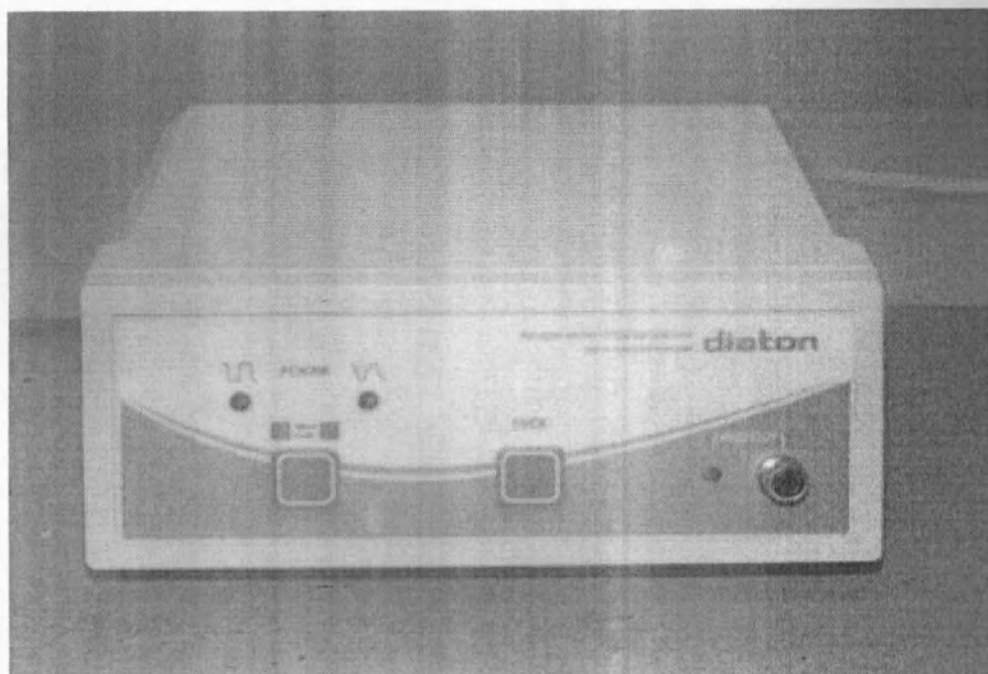
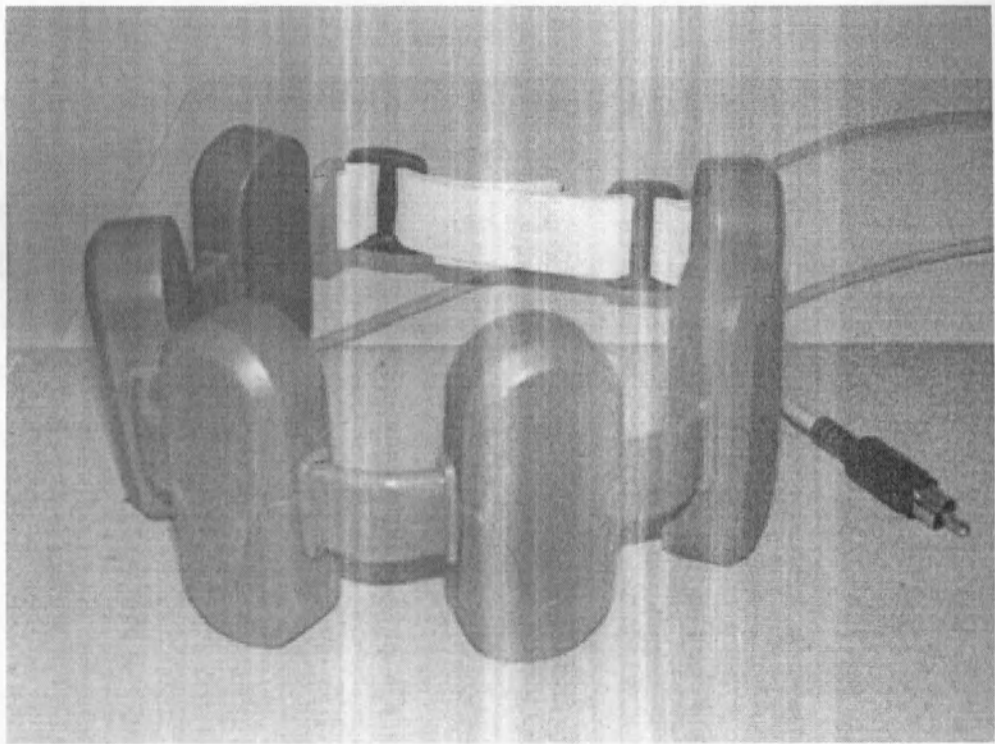

Рисунок 1 – Внешний вид блока управления
Рисунок 3 – Внешний вид блока индукторов
4.1 Изделие состоит из двух частей: блока управления, формирующего импульсы определенной частоты и формы (рисунок 1, 2), и блока индукторов, служащих источником магнитного поля (рисунок 3).